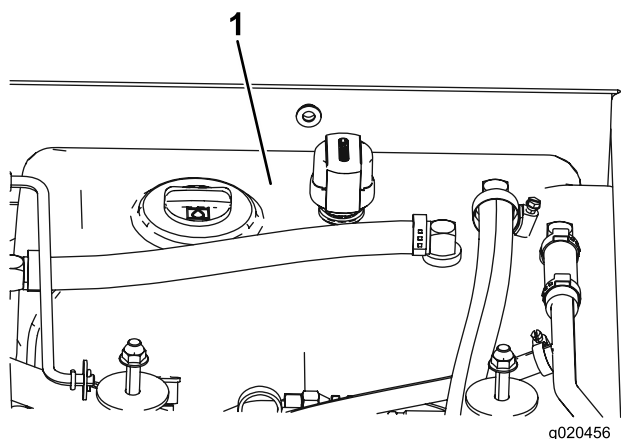

Figura 75
4. Riempite il serbatoio (Figura 75) di fluido idraulico; fate riferimento a Controllo del fluido idraulico (pagina 59).